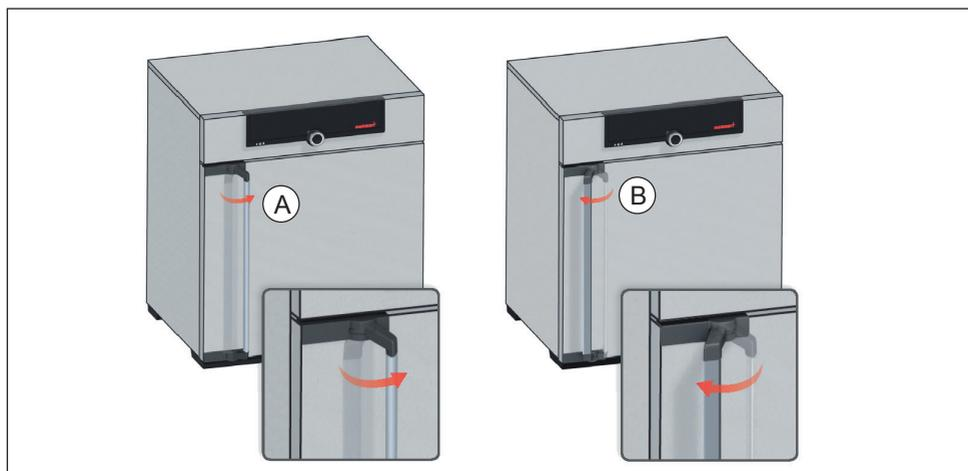

Fig. 14 Abrir e fechar a porta
- ▶ Para abrir a porta, puxar o puxador da porta para o lado (dependendo da versão da porta, do lado esquerdo ou direito, Fig. 14, A).
- ▶ Para fechar, empurrar a porta e pressionar o puxador da porta para o lado (B).